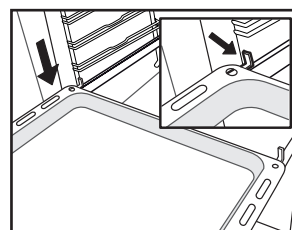

Abb. 5
5. Stellen Sie das Zubehör auf die Schienen (Abb. 5, 6).